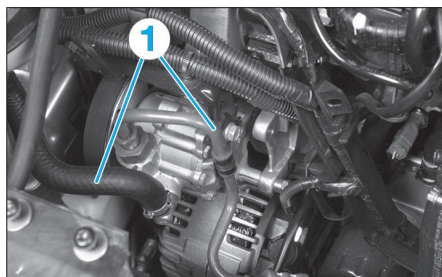

Fig. 8
- Vidanger le circuit d'assistance de direction en désaccouplant les tuyaux (1) au niveau de la pompe d'assistance (Fig.8) puis manoeuvrer la direction lentement de butée en butée.